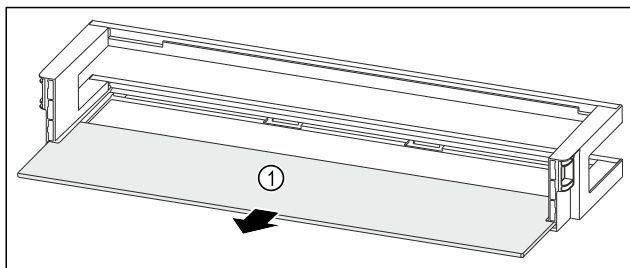

Fig. 274 Türabsteller mit Abstellfläche
- Abstellfläche Fig. 274 (1) entnehmen.